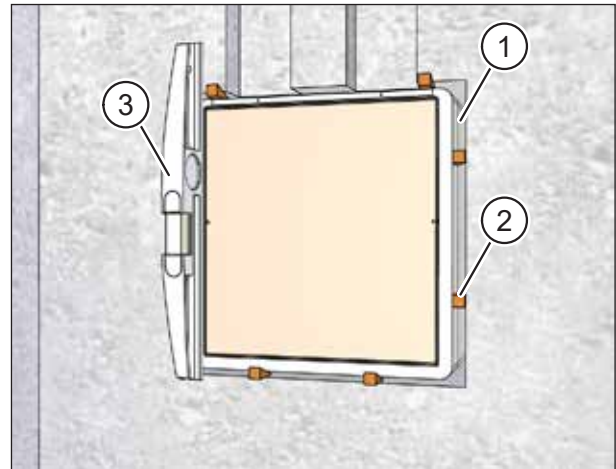

Abb. 23: Mauerkasten fixieren
- ▶ Fixieren Sie den Mauerkasten (Pos. 1 in Abb. 23) an der Innen- und Außen-seite mit Keilen bzw. Luftkissen (Pos. 2 in Abb. 23) im Mauerdurchbruch.
- ▶ Richten Sie mit Hilfe der Wasserwaage (Pos. 3 in Abb. 23) den Mauerkasten lotrecht und bündig zur Wand aus.